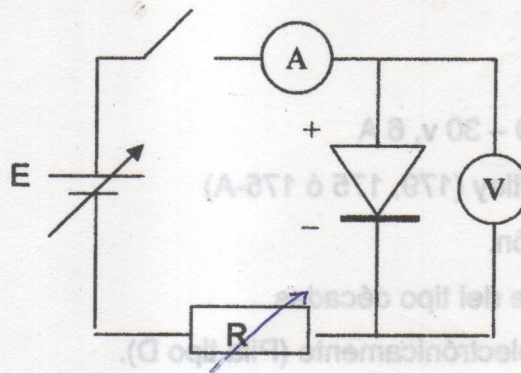

Figura 3. Circuito para el experimento 3.2.2
- Realice el montaje del circuito mostrado en la figura 3.